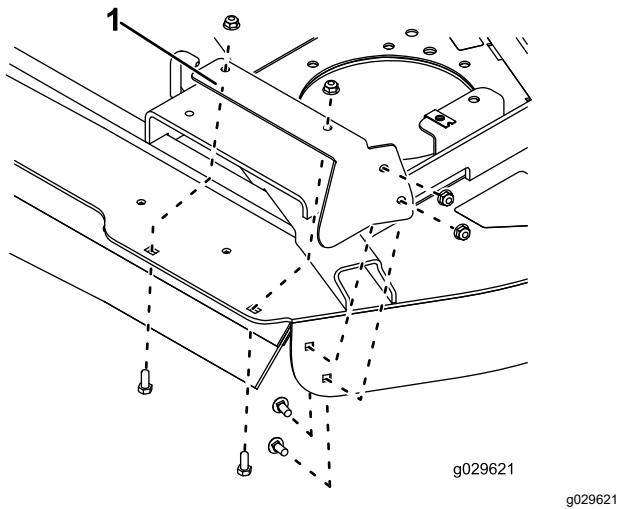

Figura 12
7. Monte provisionalmente el protector de pie derecho en la parte superior y lateral de la carcasa de corte con 4 pernos de cuello cuadrado (5/16" x 3/4") y 4 tuercas (5/16"), según se muestra en Figura 12.